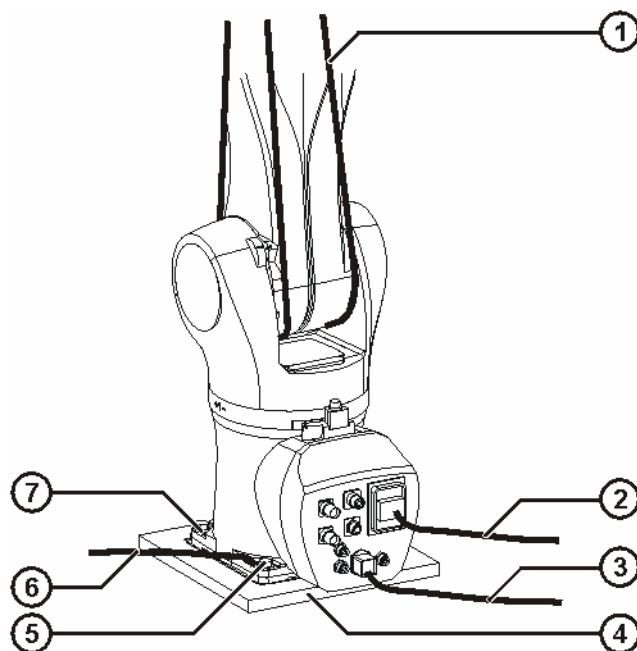

Abb. 10-10: Bodenroboter ausbauen
2. Motorleitungs- und Datenleitungsstecker lösen und abziehen (>> Abb. 10-10).